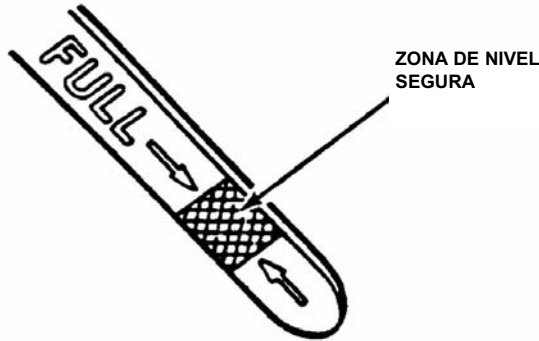

FIGURA 3.1
3.1.3. Revise el aceite del motor y agregue aceite según sea necesario para dejar el nivel en la marca "FULL" (lleno). Para las especificaciones del aceite, consulte el manual del usuario del motor. Vea la figura 3.1.